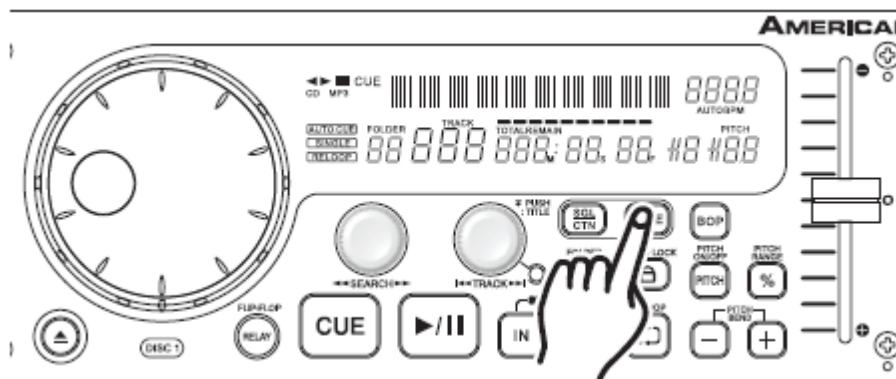

Figura 21
12. VARIAZIONE DELL'INDICATORE DEL TEMPO (49, 50 e 51) / BARRA DEL TEMPO (47):
DURANTE LA NORMALE RIPRODUZIONE, se si preme il TASTO TIME (8) cambia la visualizzazione dei tempi (49, 50, 51 e 47) sul VFD (2), vedere figura 21. Di seguito viene riportata una descrizione dettagliata delle impostazioni di tempo e delle loro definizioni:
- 2) **REMAIN** (Rimanente) (48) - indica che il tempo mostrato dal VFD (49, 50 e 51) è il tempo rimanente di esecuzione della traccia corrente.
- 3) **TOTAL REMAIN** (Totale Rimanente) (52) - indica che il tempo mostrato dal VFD (49, 50 e 51) è il tempo rimanente totale di esecuzione del disco. **NOTA: TOTAL REMAIN può essere visualizzato o utilizzato solo quando viene caricato un cd audio vero e proprio, non funziona con un cd Mp3.**